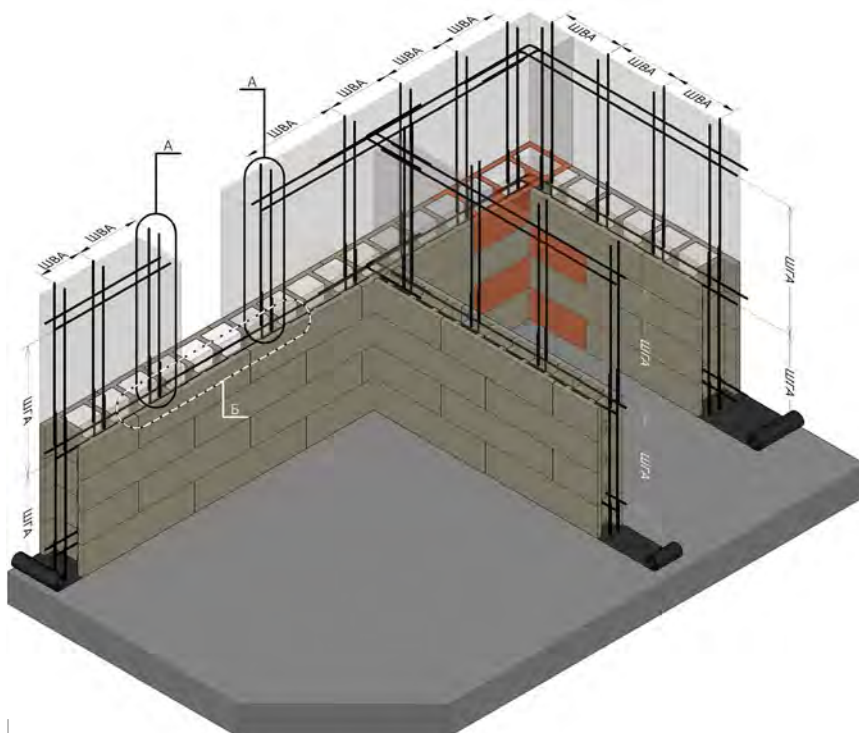

Рис. 15.4
Рекомендуемый шаг вертикального и горизонтально армирование 1000мм для малоэтажного строительства до 3х этажей (см. рис.15.4 «ШВА», «ШГА»). Предложенная схема армирования не подходит для сейсмичных районов строительства.
15.4.2 Обязательно армируется контур проема. (см. рис. 15.4 «А», «Б»).